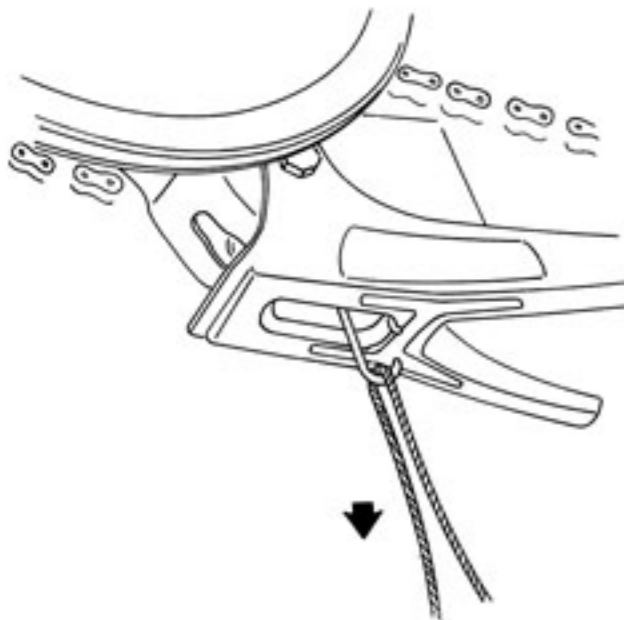

Fig. 1
- Tendre le ressort de béquille en passant une ficelle dans la boucle inférieure de celui-ci pour l'enlever (Fig. 1).